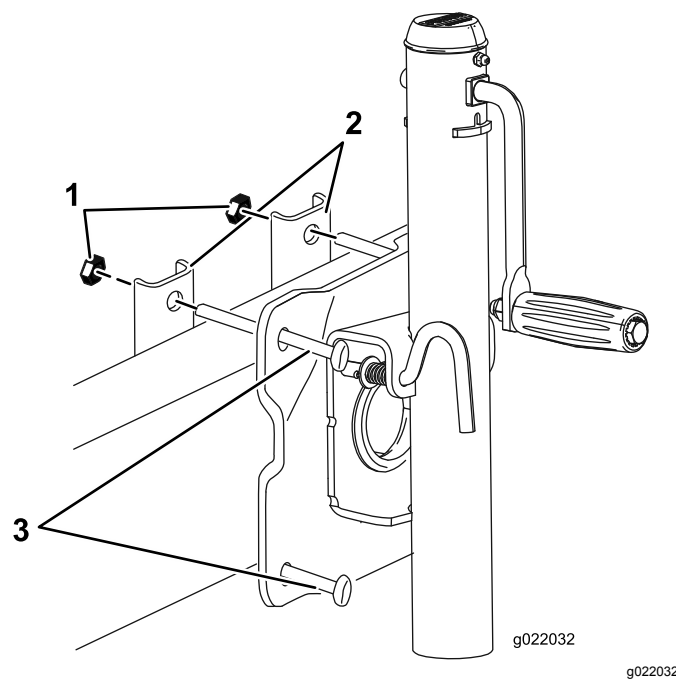

Figure 7
- 1. Placez le cric contre la flèche (Figure 7).
- 2. Placez les 2 barrettes de montage de l'autre côté de la flèche (Figure 7).
- 3. Fixez le cric et les 2 barrettes de montage à la flèche au moyen de 4 boulons et 4 contre-écrous (Figure 7).